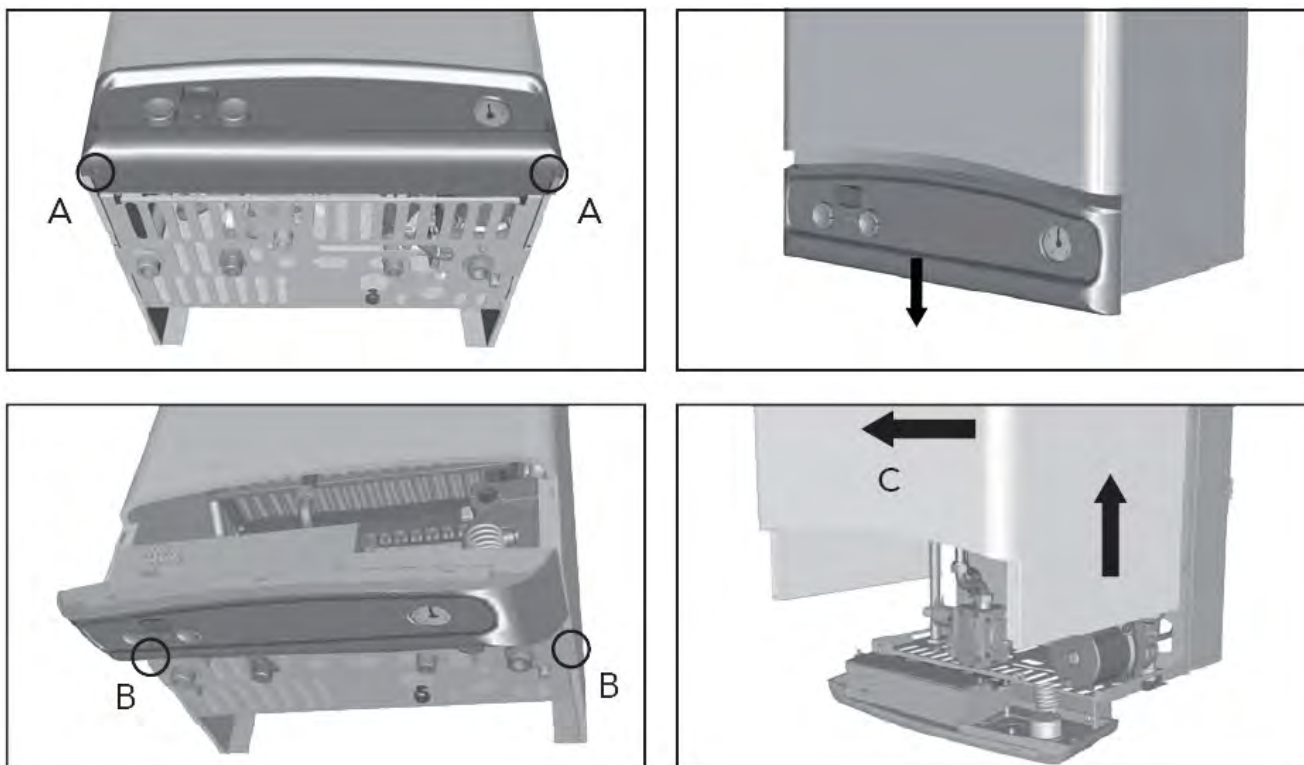

рис. 9 - Демонтаж кожуха
1. Отвинтите оба винта "А" (см. рис. 9).
2. Опустите панель управления (см. рис. 9).
4. Полностью отвинтите оба винта В (см. рис. 9).